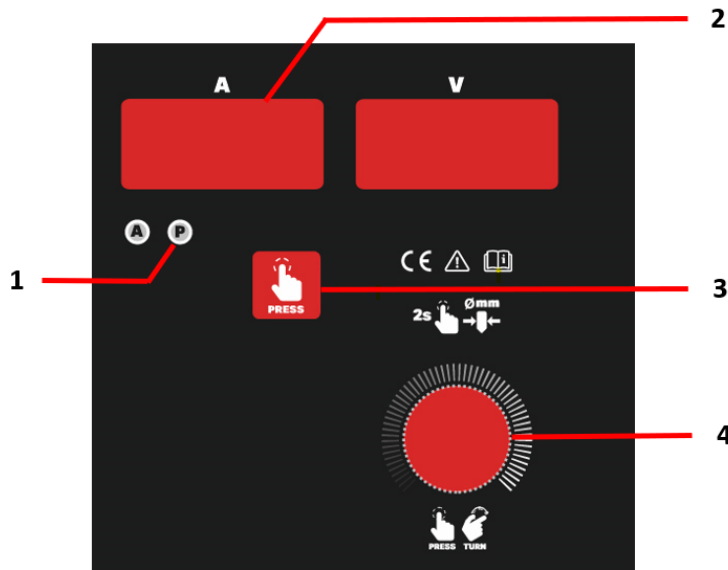

Fig. 11 – Memórias de soldadura
- Ajustar os parâmetros e premir tecla (Fig.11 – 3) até o LED P (Fig.11 – 1) acender. Depois premir o botão de seleção/regulação de parâmetros (Fig.11 – 4) durante 2 segundos até o display digital mostrar P1. Seguidamente, girar o botão de seleção/regulação de parâmetros para o número de memória desejado. Finalmente, premir o botão de seleção/regulação de parâmetros até que o display digital mostrar MEM.
- Premir tecla (Fig.11 – 3) até o LED P (Fig.11 – 1) acender. Seguidamente, girar o botão de seleção/regulação de parâmetros (Fig.11 – 4) para o número de memória desejado. Espere 2 segundos e a sua memória está disponível.